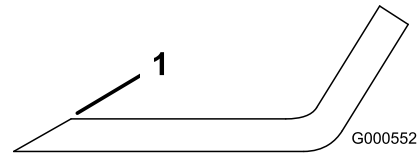

Figure 77
1. Au moyen d'une lime, aiguissez les tranchants à chaque bout de la lame (Figure 77).
**Remarque:** Si la lame est déséquilibrée, limez un peu l'extrémité de l'ailette seulement (Figure 77).